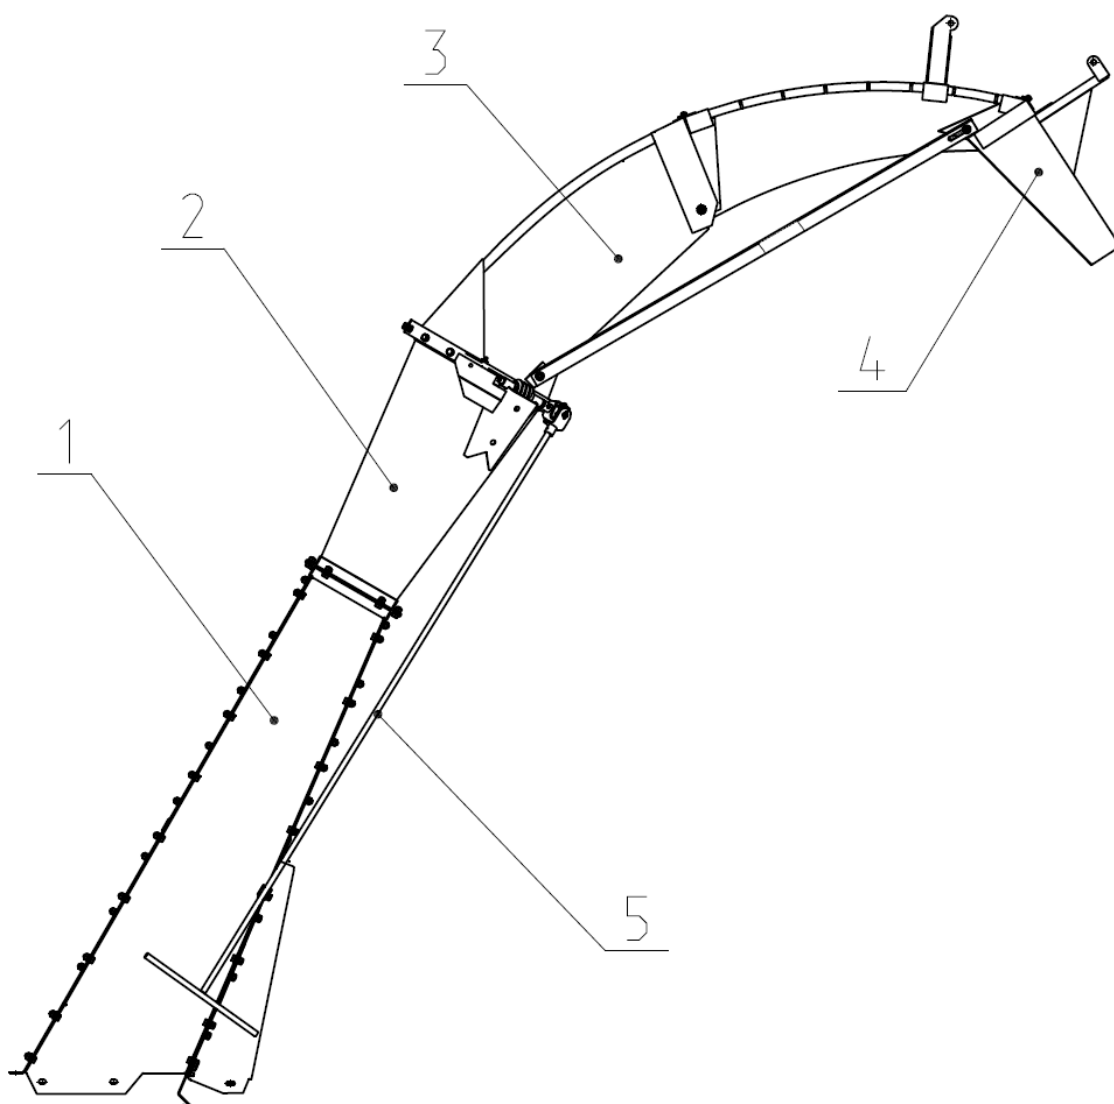

Рис.2 КИР 05.000-01 Продуктопровод
2.3 Продуктопровод (рис.2) предназначен для подачи измельченной массы в прицеп трактора. Состоит из: патрубка 1, переходника 2, переходника поворотного 3 и удлинителя 4 с козырьком 5. Управление козырьком продуктопровод осуществляется гидроцилиндром подсоединенный к гидрооборудованию трактора через гидропровод. Положение переходника поворотного изменяется за счет привода червячной передачи рычагом 6 через шарнир карданного типа.
2.4 В верхней части косилки установлена поворотная часть продуктопровода (рис.2а), которая предназначена для распределения измельченной массы по ширине тележки, прицепленной к косилке, а так же для направления измельченной массы в кузов или бункер рядом идущего транспортного средства при расположении поворотной части в крайнем левом положении (по ходу движения косилки).
Рис.2а Поворотная часть продуктопровода.